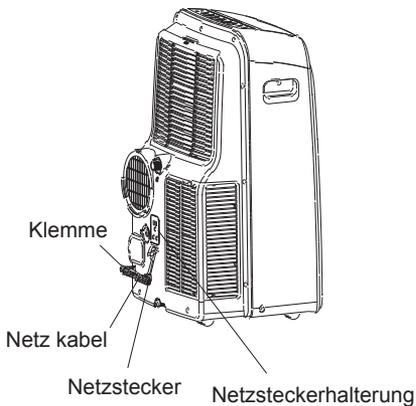

Abb. 25
- Schalten Sie das Gerät aus und ziehen Sie den Stecker heraus, wickeln Sie das Kabel um und binden Sie es mit dem Band zusammen (Abb. 25). Entfernen Sie die Batterien der Fernbedienung.